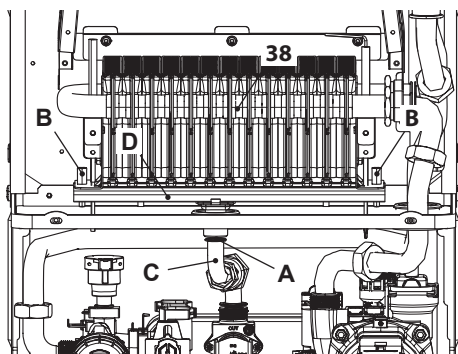

Figura 8.1
- Svitare il girello "A" e le viti "B" (Figura 8.1).
- Sfilare frontalmente il collettore gas "C" del bruciatore 38 (Figura 8.1).
- Eseguire la trasformazione del tipo di gas sostituendo correttamente gli ugelli più le guarnizioni del collettore gas "C" (Figura 8.1).
- Rimontare il collettore gas sul bruciatore 38 in Figura 8.1 fissandolo con le viti "B".
- Riavvitare il girello "A" interponendo tra il collettore "D" ed il tubo "C" (Figura 8.1) la guarnizione piana.